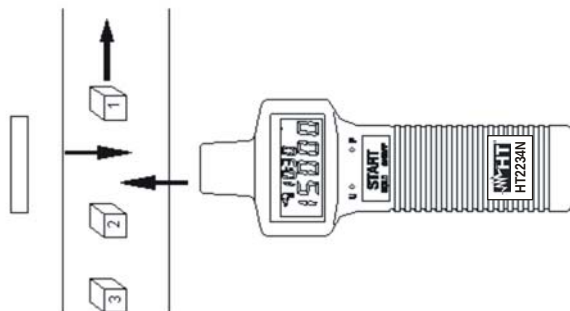

Fig. 6: contagem de eventos com unidade Emissora interna
1. Aplicar, se necessário, uma tira de fita reflectora na superfície que deverá ser interceptada pela fonte LED interna e colocar o instrumento nas proximidades da unidade Emissora (parte esquerda) conforme se mostra na Fig. 6: